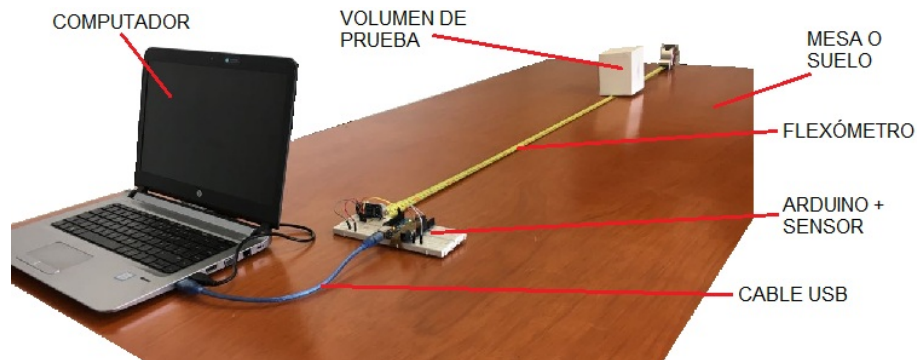

Figura 2: Montaje sensor ultrasonido
- Instalar el montaje experimental similar mostrado en la figura 2.